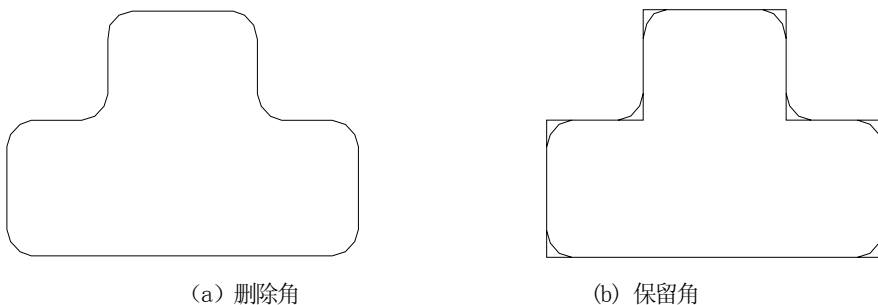

图 5-23 在绘图设置对话框中确定删除角或保留角
2) 默认状态下, 延伸超出倒角的实体部分通常被删除, 可以通过在绘图设置对话框中确定删除角或保留角。如图 5-23 所示。
3) 当倒角一条多段线时, 可以采用选取对象的方式在多段线两分段间倒角多个分段, 或者采用多线段 (P) 方式倒角整个多段线。